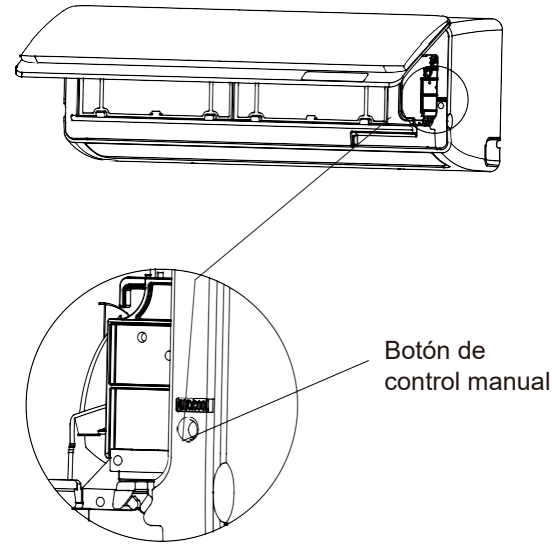

Figura 8.1
2. El botón CONTROL MANUAL se encuentra ubicado en el lateral derecho de la unidad. Presiónelo dos veces para seleccionar la función COOL (REFRIGERACIÓN). Consulta la Figura 8.1.